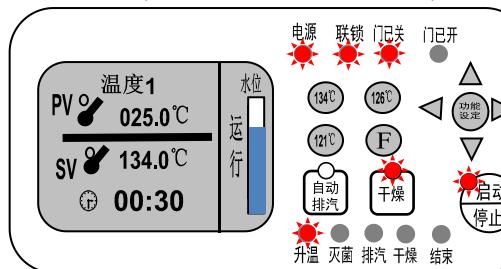

图 18
- 闭合上盖，将门开关手柄扳至 位置，按下启动键，灭菌器进入升温运行状态。图 18